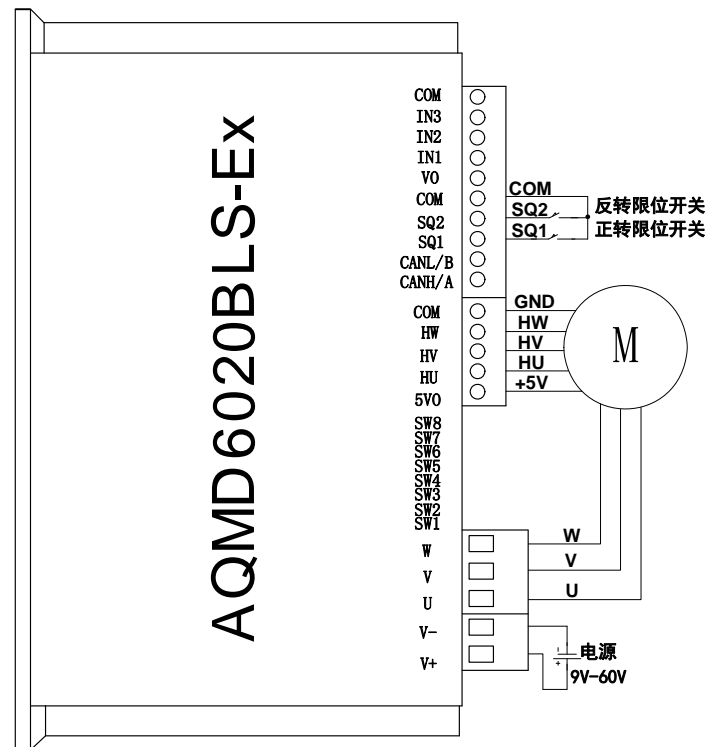

图 3.3 电源及电机接线图
- 4) 将电源的正负极分别接到驱动器电源接口的V+和V-，如图 3.3 所示，接通电源(注意：电源的电压应与电机的额定电压一致，且能够提供的电流大于电机的额定电流)。如果工作模式已配置为电机学习，那么驱动器会立即进入学习状态，每学习一相，驱动器会“嘀”的短鸣一声，学习完毕后，如果“嘀——”的一声长鸣，则表示学习成功，如果连续“嘀嘀嘀”三声，则表示学习失败，请检查电机接线是否正确以及电机是否是驱动器支持的类型。